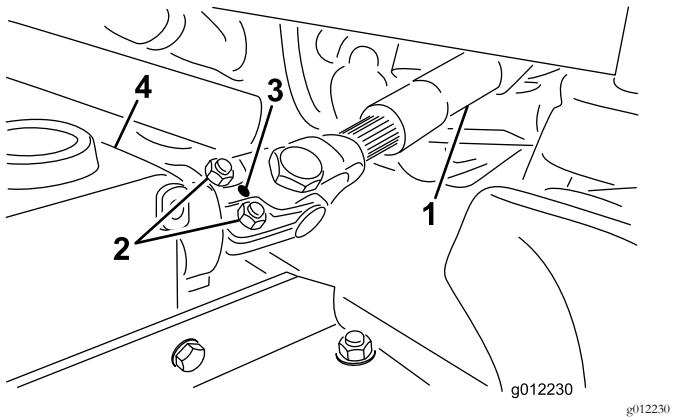

图4
A. 从端轭和齿轮箱轴卸下滚销 图4。
- B. 松开2个平头螺丝和锁紧螺母图4。
- C. 用滚销将PTO驱动轴的端轭固定至齿轮箱轴图4。
- D. 拧紧锁紧螺母将端轭固定到齿轮箱轴图4。上紧锁紧螺母扭矩至2025Nm。